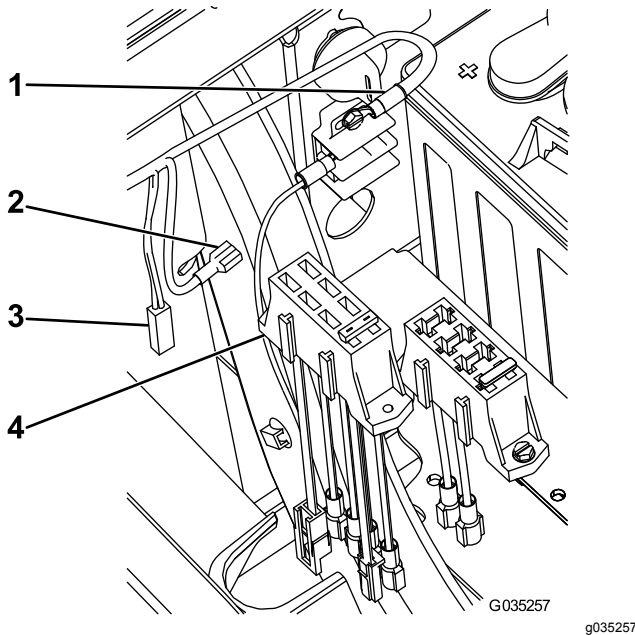

Figura 17
- Per le macchine 2018 e precedenti, fate scattare il nuovo portafusibili sul portafusibili esistente sulla macchina (Figura 17).
- Collegate il connettore grande sul nuovo portafusibili al cavo elettrico opzionale sul portafusibili preesistente (Figura 17).
- Collegate il filo rimanente al filo di apporto sul nuovo portafusibili (Figura 17).
6. Collegate il filo rimanente al filo di apporto sul nuovo portafusibili (Figura 17).